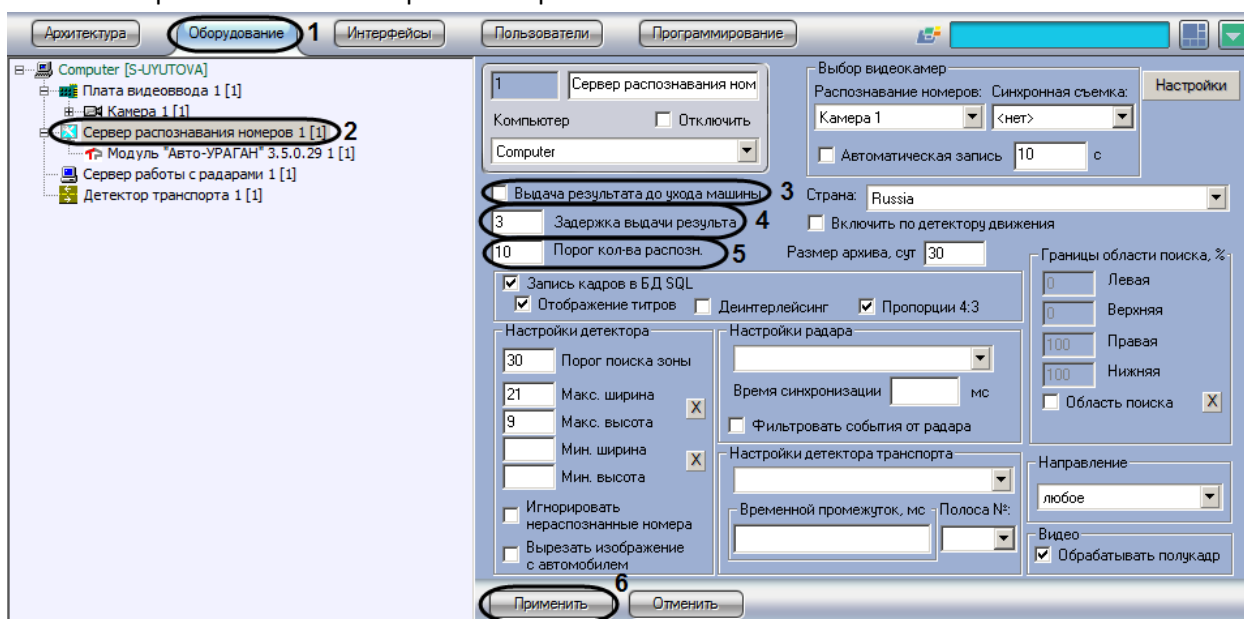

Рис. 7.2—17. Выбор параметров обработки номерного знака
1. В диалоговом окне «Настройка системы» перейти на вкладку «Оборудование» (Рис. 7.2—17, 1).
распознавания номеров», Рис. 7.2—17, 2). В правой части вкладки «Оборудование» отобразится панель настройки выбранного объекта.
3. Установить флажок «Выдача результата до ухода машины» (см. Рис. 7.2—17, 3). В том случае, если флажок «Выдача результата до ухода машины» установлен, результат выдается до реального ухода машины из кадра (номера данной машины из границ поиска номерного знака). В противном случае, окончательный результат выдается только после реального ухода машины из кадра.
4. Задать параметр «Задержка выдачи результата» (секунды) (см. Рис. 7.2—17, 4). В том случае, если данный параметр задан, результат распознавания будет выдаваться сразу после того, как пройдет промежуток времени, заданный данным параметром. Данный промежуток времени начинает отсчитываться после первого распознавания номерного знака.
Примечание. Данный параметр используется только при установленном флажке «Выдача результата до ухода машины» (см. Рис. 7.2—17, 3).
5. Задать параметр «Порог кол-ва распозн.» (см. Рис. 7.2—17, 5). В том случае, если данный параметр задан, результат распознавания будет выдаваться сразу после того, как количество надежных распознаваний номерного знака превысит значение данного параметра. Счетчик количества распознаваний является накопительным и не сбрасывается в случае временных потерь данной зоны или неправильных распознаваний.
Примечание. Данный параметр используется только при установленном флажке «Выдача результатов до ухода машины» (см. Рис. 7.2—17, 3).